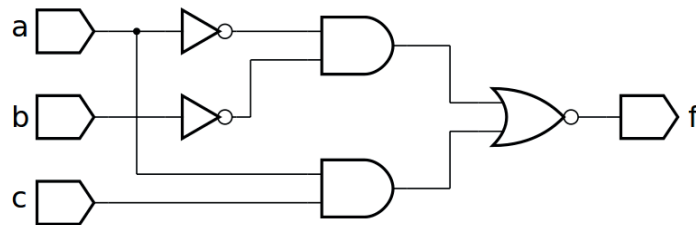
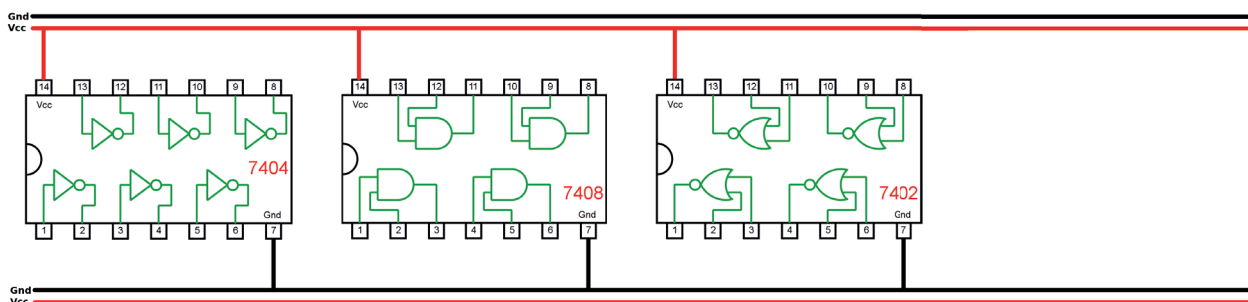

Figura 5.48 – Diagrama esquemático.
Figura 5.49 – Disposição dos componentes (TTL) para a placa de montagem.
1. Complete as ligações na figura 5.49 ou 5.50 de acordo com a figura 5.48.
5. Utilize um programa de simulação em computador (SmartSim, Atanua, Qucs) faça a simulação do circuito da figura 5.48. Compare os resultados com a tabela 5.20.
6. Escreva a equação booleana do circuito da figura 5.48 e simule no programa para o Arduino.